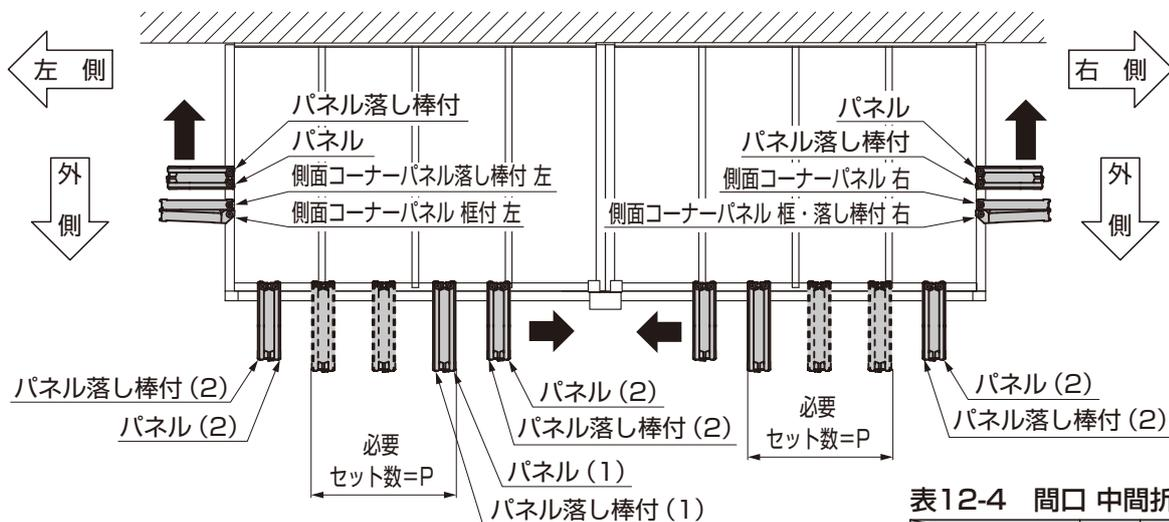

図12-7
- 折戸パネルおよび折戸パネル落とし棒付は図12-7の順番に挿入して吊り込んでください。順番を間違えると折戸パネルが正しく機能しません。